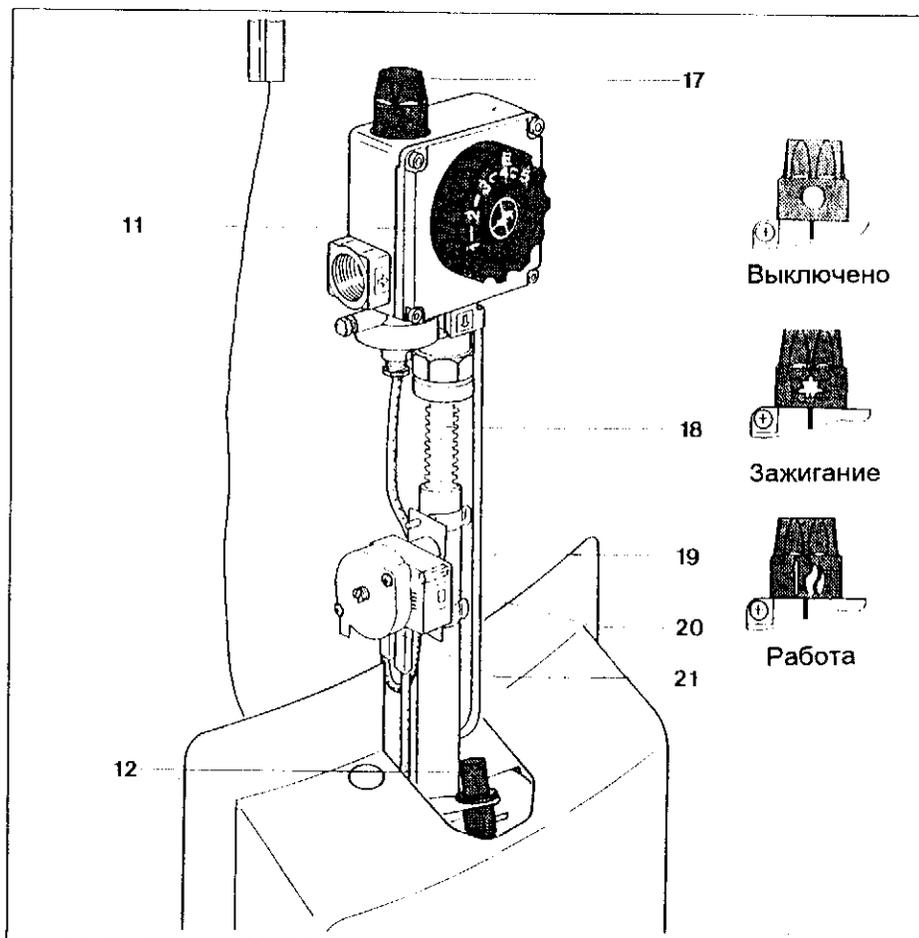

Рис. 6.1 Регулировочная арматура
- а) Терморегулятор (11) повернуть в положение E (60° C), как изображено на рис. 6.1.
## Пояснения к рис. 6.1